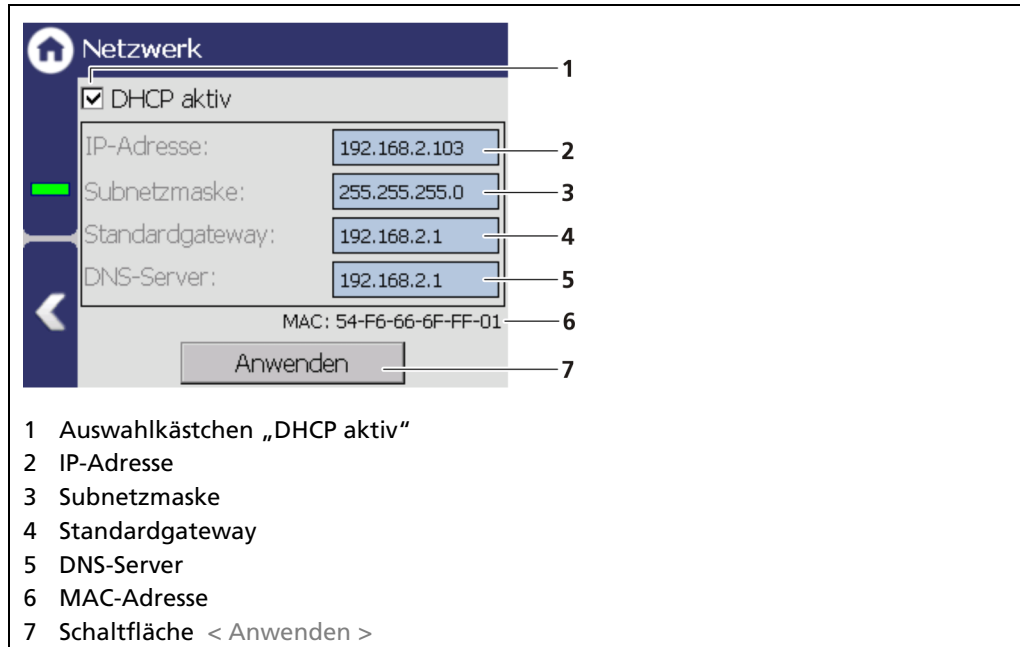
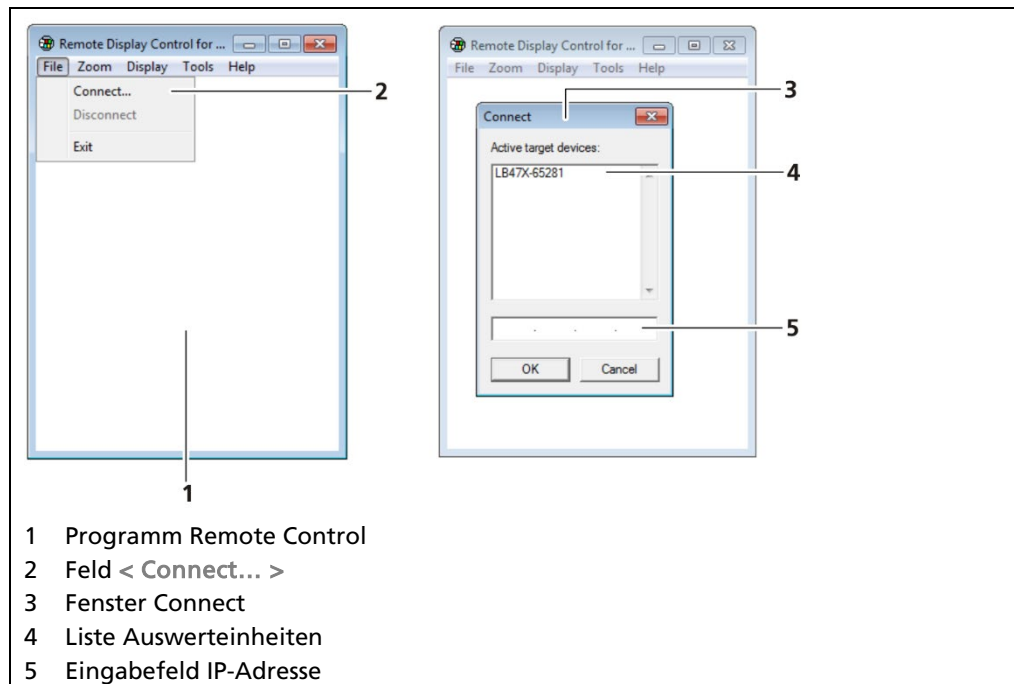

Abb. 48 Netzwerkeinstellungen
Abb. 49 Verbindung zur AWE über RC-Software herstellen
Sie können die Netzwerkadresse entweder manuell oder per DHCP einstellen (automatische Zuweisung). Aktivieren Sie hierzu das Auswahlkästchen „DHCP aktiv“ im Auswahlfeld (Abb. 48, Pos. 1).
Im Fall einer automatischen Zuweisung der IP-Adresse durch einen DHCP-Server können Sie hier die vergebene IP-Adresse nur einsehen. Eine Veränderung der IP-Adresse ist nicht möglich. Auf dieser Seite können Sie ebenfalls die MAC-Adresse des Gerätes ablesen (Abb. 48, Pos. 6).
1. Klicken Sie auf das Textfeld (Abb. 48, Pos. 2 – 5) um das Eingabefeld zu öffnen.
4. Klicken Sie auf < Anwenden > (Abb. 48, Pos. 7), um die Netzwerkeinstellungen zu übernehmen.
- ▶ Das Programm wird gestartet (Abb. 49, Pos.1).
2. Klicken Sie auf die Registerkarte < **File** > und anschließend auf < **Connect...** > (Abb. 49, Pos.2), um eine Verbindung zur AWE herzustellen.
- ▶ Ein neues Fenster "Connect" wird geöffnet (Abb. 49, Pos.3) und verbundene Auswerteeinheiten werden aufgelistet.
Die IP Adresse der AWE muss im gleichen Subnetz (Abb. 48, Pos.3) sein wie der Netzwerkadapter des Computers (siehe vorheriges Kapitel "Netzwerk").
3. Klicken Sie auf das Kennung der Auswerteeinheit (Abb. 49, Pos.4) oder geben Sie im Eingabefeld (Abb. 49, Pos.5) die IP-Adresse der AWE (siehe Abb. 48, Pos. 2) ein.